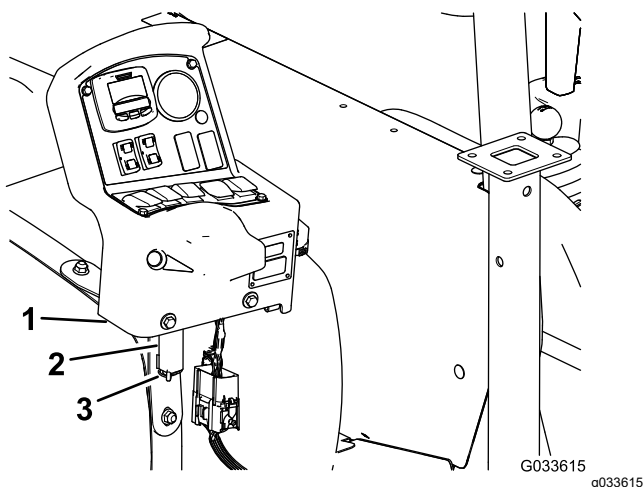

Bild 134
7. Entfernen Sie die Konsole von den Befestigungshalterung der Konsole und fluchten Sie den Lagerbolzen an der Steuerkonsole mit der Lagerhalterung am vorderen Behälterriemen (Bild 134) aus, siehe Befestigen der Steuerkonsole an der Maschine \(Seite 21\).
8. Befestigen Sie die Konsole an der Halterung und befestigen den Lagerbolzen mit dem Lastösenbolzen an der Halterung (Bild 134).